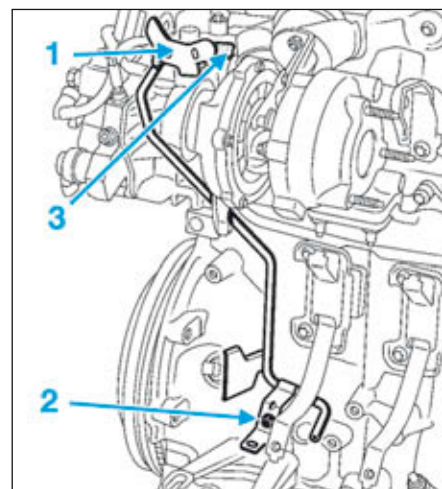

FIG.22
- Déposer les vis (1) et (2) (Fig.22) du tuyau de sortie du récupérateur de carburant de la culasse.
- Débrancher le tuyau de sortie du récupérateur de carburant de la culasse en (3).